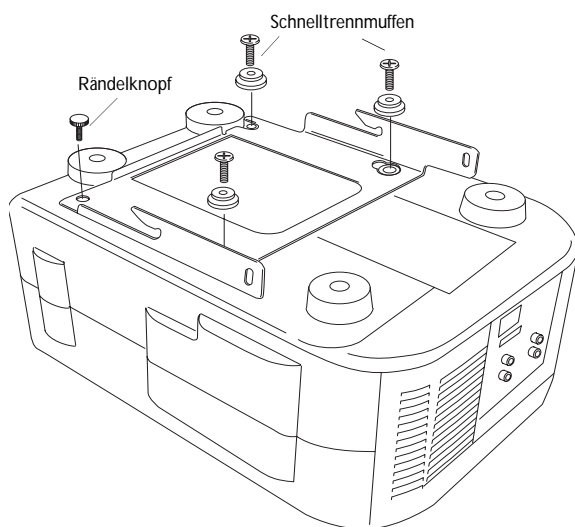

ABBILDUNG 3
- 2 Führen Sie die beiden Schrauben in die beiden Schnelltrennmuffen ein (Abbildung 3).
- 3 Befestigen Sie die Schrauben und Muffen in den Löchern vorne am Projektor, wie in Abbildung 3 gezeigt. Achten Sie darauf, daß Sie die Schrauben nicht zu fest anziehen.
- 5 Befestigen Sie den 4-mm-Rändelknopf am Projektor an der in Abbildung 3 gezeigten Stelle.